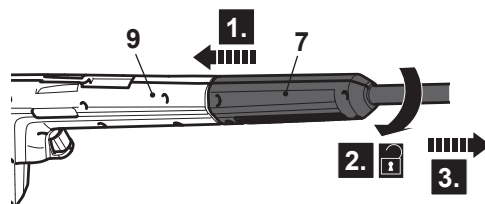

Fig. 7
2. Presione la lanza de extensión (7) hacia la pistola de pulverización (9) (Fig. 7, paso 1) y gírela en el sentido contrario a las agujas del reloj (paso 2) para retirarla (paso 3).